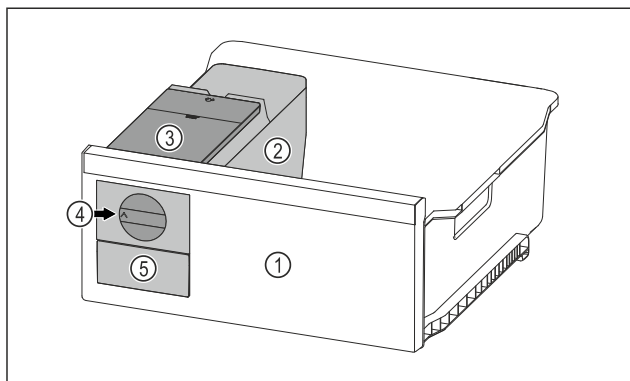

Fig. 150 Exempel
- ▶ Vrid reglaget Fig. 150 (4) medurs fram till anslaget.
- ▶ Isbitar faller från isbitsbrickan in i isbitslådan Fig. 150 (5). Om inte alla isbitar kommer ut ur isbitsbrickan: